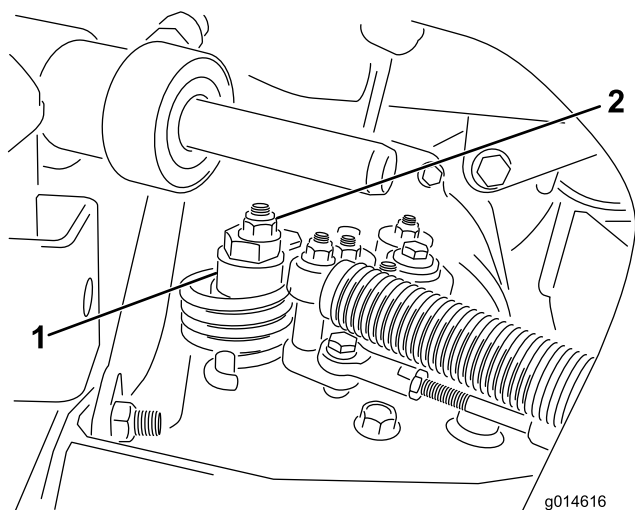

図 48
- A. 偏芯ナットをハイドロスタット上部に止めているナットをゆるめる 図 48。
- C. どちらにも車輪が回らないように偏芯ナットを回して調整する。調整ができれば固定ナットを締める 図 48。スロットルSLOWおよびFAST位置で調整が正しいことを確認する。